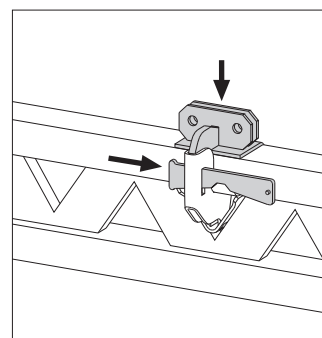

Fig. B2.05.2
3. Empurrar a cunha. (Fig. B2.05.2)